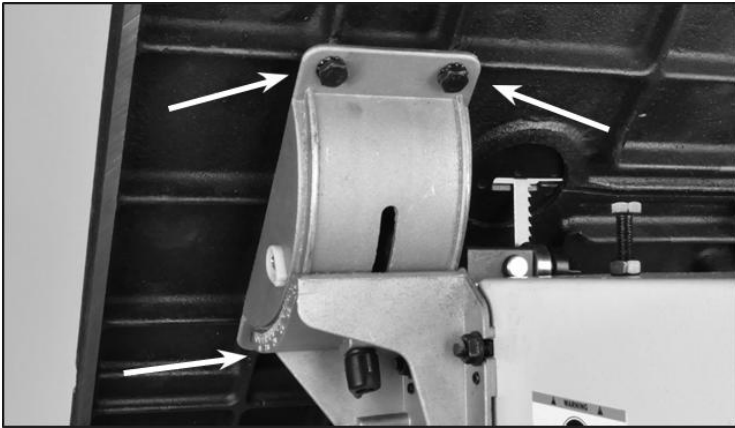

Abb. 22
4. Mit vier Schrauben und vier Zahnscheiben befestigen (Abb. 22).